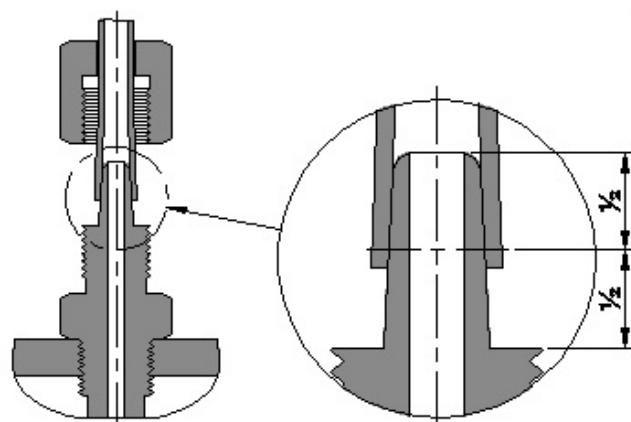

Рис.4.2-7 Подключение трубы PTFE
- Надеть развальцованный конец трубы PTFE на штуцер таким образом, чтобы трубка закрывала чуть более половины длины штуцера, как это показано на рис.4.2-7, затем надеть и до упора закрутить накидную гайку. Гайку закручивать пальцами, использовать инструмент (ключ и т.п.) допускается только для откручивания гайки.